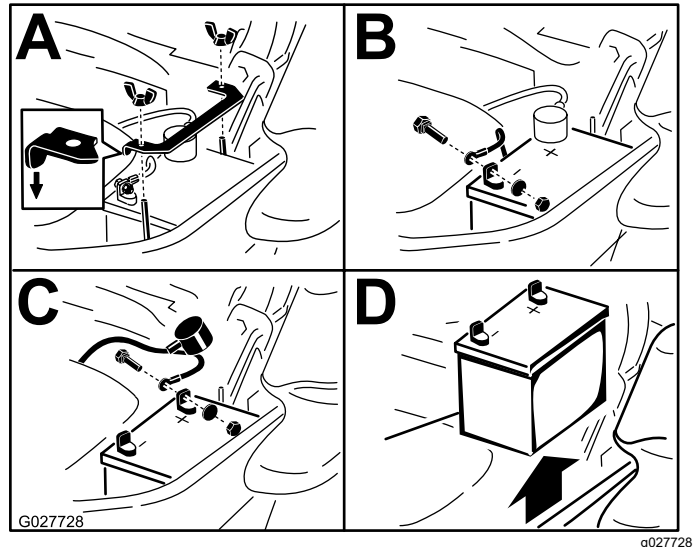

Figura 66
3. Retire la batería, según se muestra en Figura 66.
Nota: Coloque la batería en la bandeja, con los bornes frente al depósito de aceite hidráulico (**Figura 66**).